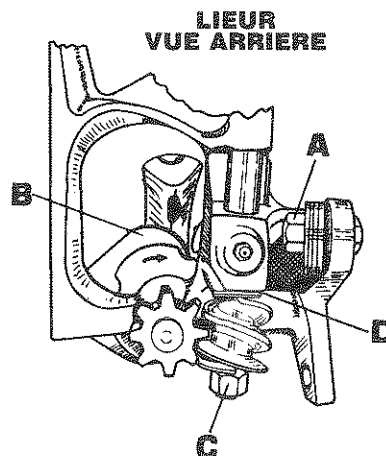

Fig. 25
Le reteneur maintient la ficelle dans le disque pince-ficelle pendant que la balle est constituée et est liée. La pression est régularisée par le boulon "A", Fig. 25.
2. Ajuster la position de l'encoche du disque pince-ficelle, de telle manière que le côté gauche de l'encoche soit au niveau du racleur de nettoyage "B", Fig. 25. Effectuer cela en desserrant l'écrou "C" de plusieurs tours. Frapper l'écrou pour décoller le pignon sans fin.
3. Lorsque le disque est ajusté, tourner le pignon sans fin pour qu'il vienne buter contre les rondelles "D", Fig. 25, puis resserrer l'écrou.